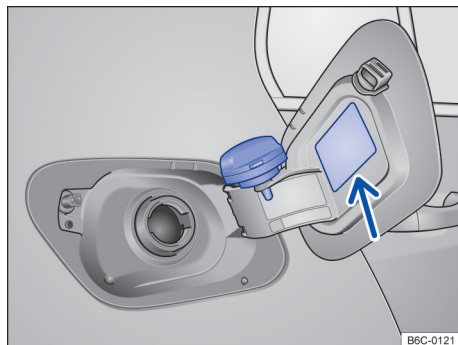

Fig. 122 Portinhola do tanque de combustível aberta com a tampa do tanque de combustível pendurada.
- Remover a tampa do tanque girando-a no sentido anti-horário e encaixá-la no suporte na portinhola do tanque → Fig. 122.